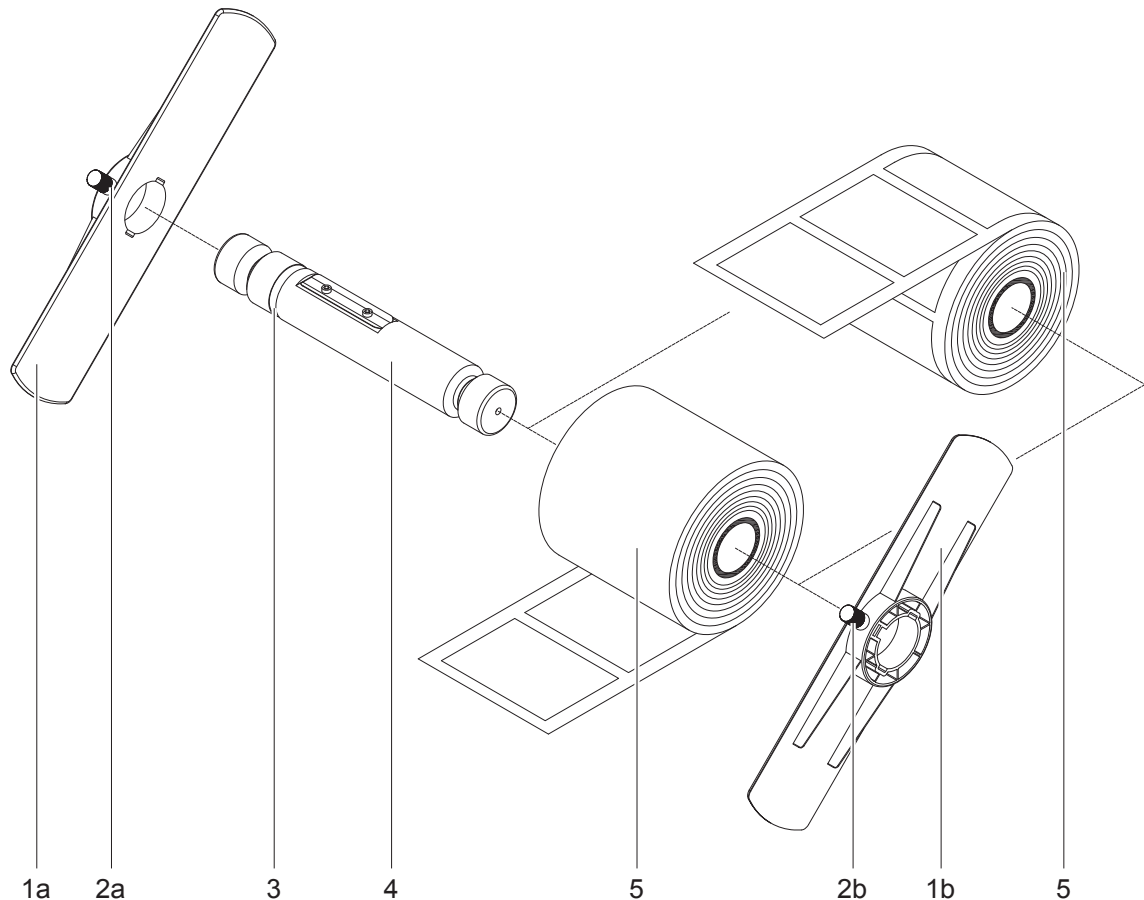

Figure 3 Mise en place de rouleaux avec mandrin carton de 40 mm
- ▶ Placer le flasque (1a) sur l'axe d'enroulement (4). La fixation du flasque doit être orientée vers l'extérieur.
- ▶ Pour la fixation, orienter le flasque (1a) afin que la vis moletée (2a) s'engage dans la rainure (3) de l'axe d'enroulement (4). Serrer la vis moletée (2a).
- ▶ Placer le rouleau de matière (5) sur l'axe d'enroulement en le poussant jusqu'au flasque comme indiqué sur la Figure 3.